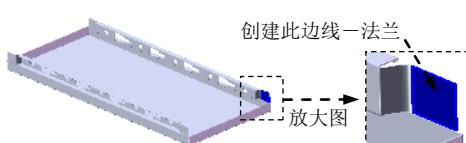
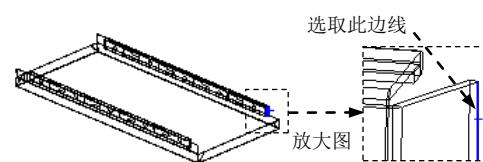

图 17.9.78 创建边线—法兰 22
图 17.9.79 定义特征的边线
Step36. 用相同的方法创建另一侧的边线法兰 22 (图 17.9.78), 边线法兰的边线如图 17.9.79 所示。详细操作过程参见 Step30。